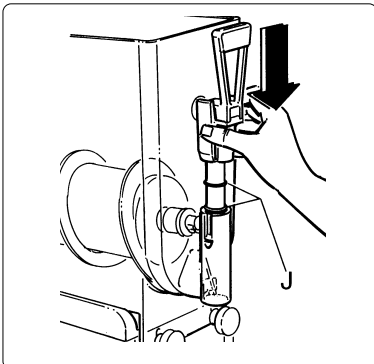

Abb. 18
- h) Den Hahn wieder einbauen und dabei die Dichtungen (J) mit Vaselinefett einstreichen, um das vollständige Eintreten des Hahns in seinen Sitz zu vereinfachen (siehe Abb. 18).